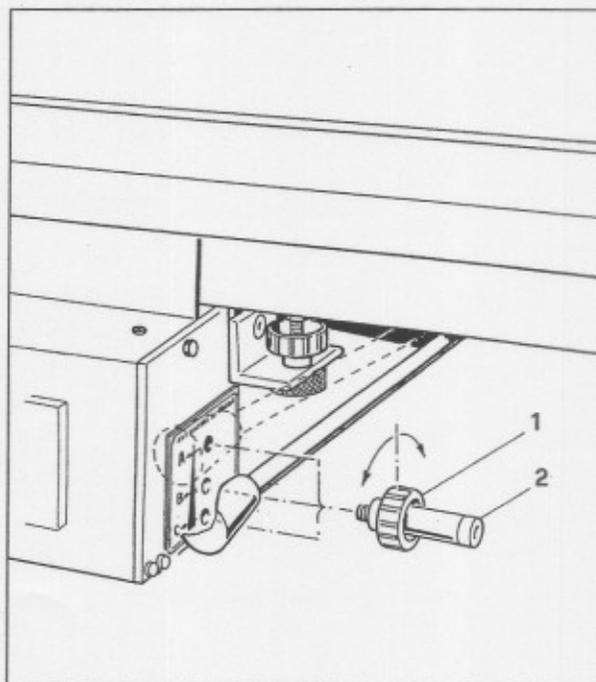
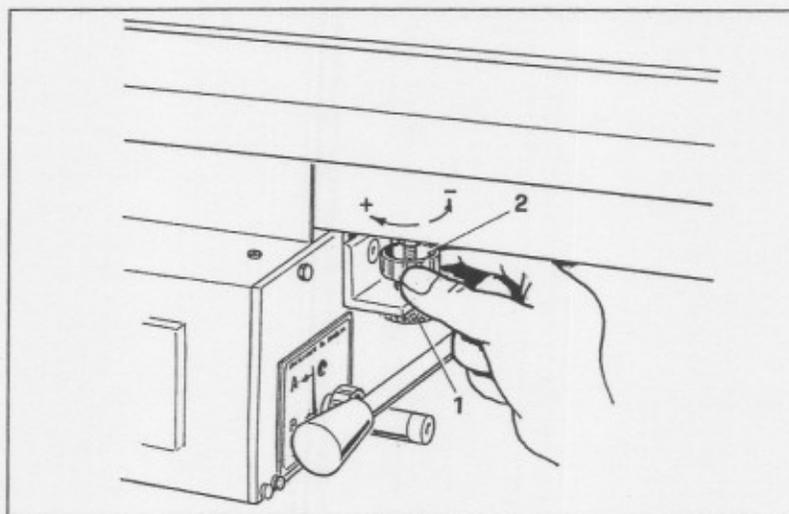

Fig. 5
Fig. 6
12.3 Regolazione pressione (Fig. 5 Fig. 6)
Per modificare la posizione allentare la ghiera di fissaggio, (Fig. 5 Pos. 1) svitare la vite (Fig. 5 Pos. 2) e riavvitarla nella posizione desiderata. Se vi fosse la necessità di variarla ulteriormente agire sul secondo sistema di regolazione (Fig. 6):
Allentare le ghiera di fissaggio (Fig. 6 Pos. 1) ed agire successivamente sulle ghiera di regolazione pressione (Fig. 6 Pos. 2) girando in senso orario per aumentare la pressione, in senso antiorario per diminuirla. A regolazione terminata chiudere le ghiera di fissaggio (Fig. 6 Pos. 1).
12.3 Pressure regulation (Bild. 5 Bild. 6)
To adjust the setting loosen the ring nut, (Bild. 5 Set. 1) and the screw (Bild. 5 Set. 2) and screw it again in the position required.
If it is necessary to change it again, pass to the second setting system (Bild. 6):
Loosen the ring nuts (Bild. 6 Set. 1) and then adjust the pressure setting ring nuts (Bild. 6 Set. 2) by turning clockwise in order to increase pressure and anti-clockwise to decrease it. At the end of the setting tighten the ring nuts (Bild. 6 Set. 1).
12.3 Réglage de la pression (Fig. 5 Fig. 6)
Pour modifier la position, desserrer la bague de fixation (Fig. 5 Pos. 1), dévisser la vis (Fig. 5 Pos. 2) et la revisser à la position désirée. S'il s'avère nécessaire de la modifier à nouveau, intervenir sur le deuxième système de réglage (Fig. 6):
Desserrer la bague de fixation (Fig. 6 Pos. 1) et agir sur la bague de réglage de la pression (Fig. 6 Pos. 2) en la tournant dans le sens des aiguilles d'une montre pour augmenter la pression et dans le sens inverse aux aiguilles d'une montre pour la réduire. Le réglage étant achevé, serrer la bague de fixation (Fig. 6 Pos. 1).
12.3 Druckeinstellung (Abb. 5 Abb. 6)
Zur Änderung der Position den Befestigungsring lockern (Abb. 5 Pos. 1), die Schraube lockern (Abb. 5 Pos. 2) und sie dann in der gewünschten Position wieder festzuziehen.
Sollte eine erneute Änderung notwendig sein, das zweite Einstellsystem betätigen (Abb. 6):
Die Befestigungsringe lockern (Abb. 6 Pos. 1) und anschließend die Druckeinstellringe (Abb. 6 Pos. 2) drehen, in Uhrzeigerichtung zur Erhöhung des Drucks, und gegen die Uhrzeigerichtung zur Verminderung des Drucks. Nach erfolgter Einstellung die Befestigungsringe schließen (Abb. 6 Pos. 1).